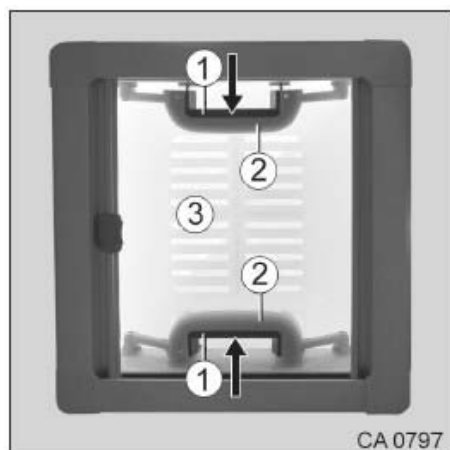

Fig. 57 Lanterneau manipulable à deux mains
1. Comprimer la partie mobile de la poignée (Fig. 57/1) et la partie fixe de la poignée (Fig. 57/2).
2. Pousser simultanément la poignée vers le haut pour amener le lanterneau (Fig. 57/3) sur la position d'ouverture souhaitée.
2. Tirer simultanément sur la poignée vers le bas pour fermer le lanterneau (Fig. 57/3).